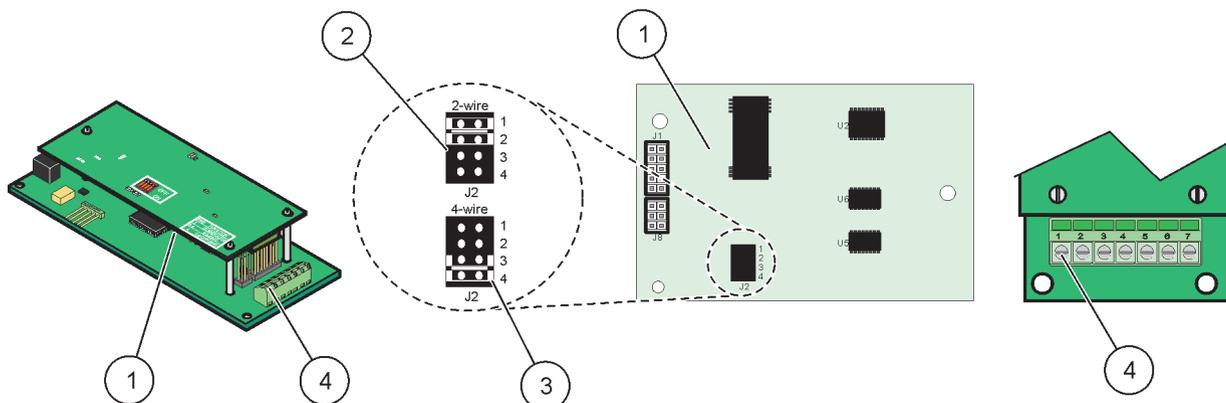

Figura 24 Conexões do cartão Modbus RS485 (YAB021)
4. Passe o cabo pelo buraco da base do módulo e prepare adequadamente e insira cada fio no terminal de acordo com Figura 24/Tabela 7.